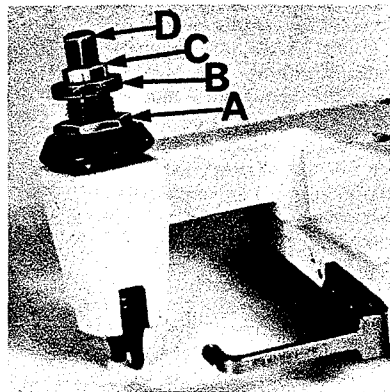

Fig. 2
Für ein gleichmäßiges transportieren des Nähgutes ist ein genügend starker Druck des Drückerfußes erforderlich. Sollte es notwendig werden, den Druck zu verstärken oder zu verringern, so ist die Sicherungsmutter (A, Fig. 2) zu lösen und die Spannschraube (B) entsprechend zu betätigen. Rechtsdrehung verstärkt, Linksdrehung verringert den Druck. Die Sicherungsmutter (A) ist nach einer Änderung des Drückerfußdruckes wieder anzuziehen. Bei auf der Stichplatte aufsitzendem Drückerfuß, stellt man die Sicherungsmutter (C) so ein, daß zwischen ihr und der Mutter (B) etwa $1/32'' - 1/16'' = 0,8 - 1,6$ mm Zwischenraum verbleibt. Zum Schluß verspanne die Kopfschraube (D) mit der Mutter (C).
Sufficient presser foot pressure to feed work uniformly should be maintained. Should it be necessary to increase or decrease amount of pressure on presser foot, loosen lock nut (A, Fig. 2) and turn adjusting screw (B). Adjusting screw has a right hand thread, so tightening increases pressure, loosening decreases pressure. When pressure adjusting screw (B) has been properly set, tighten lock nut (A). With presser foot resting on throat plate, position locking nut (C) so that its under surface is approximately $1/32'' - 1/16'' = 0,8 - 1,6$ mm from the top surface of adjusting screw (B). Set cap (D) against locking nut (C).